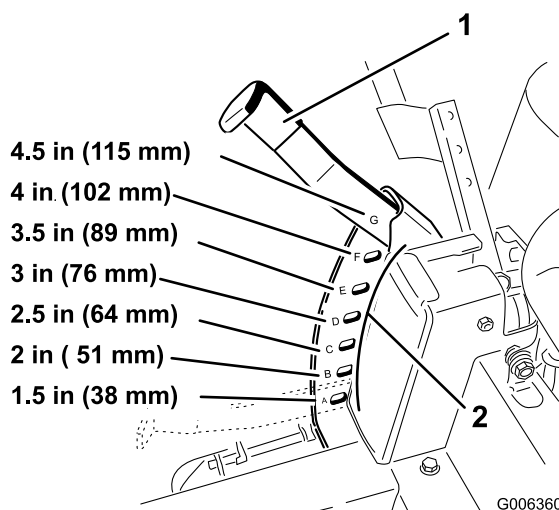

Figura 15
3. Alzate la leva dell'altezza di taglio in posizione di trasferimento, posizione dell'altezza di taglio **G** (115 mm) (Figura 15).